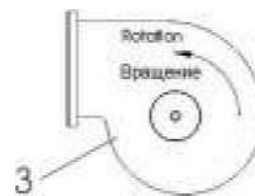

Рис.4.1
**При правильном подключении Дымососа к электросети крыльчатка Дымососа направляет дымовые газы по направлению к дымовой трубе, т.е. лопасти вращаются в сторону дымовой трубы рис.4.1.**